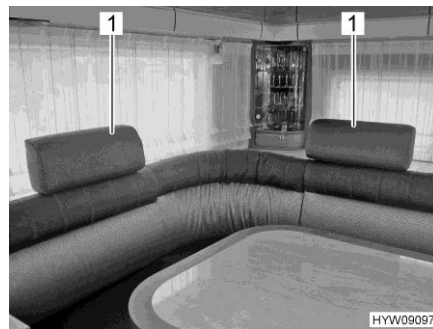

Fig. 87 Poggiatesta (separati)
- Fissare i poggiatesta (Fig. 87,1) tra il cuscino dello schienale e la parete.